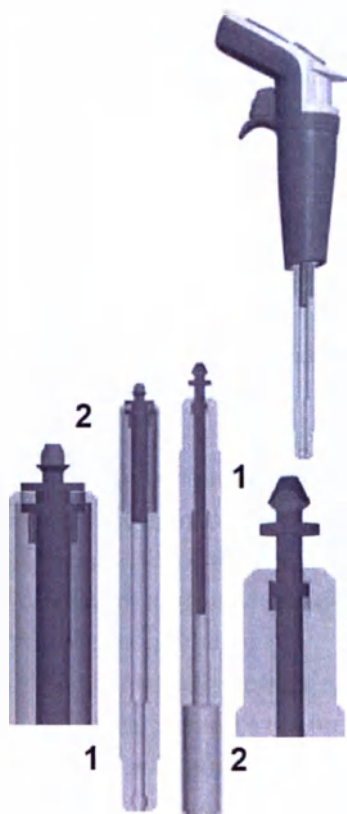

Рис.7
6. Вставьте специальный инструмент для извлечения плунжера и вытяните плунжер 14. Конец номер 2 предназначен для плунжеров на 300 мкл и 1000 мкл, конец номер 1 предназначен для всех меньших объемов (рис.7). Отпустите пусковой рычаг.